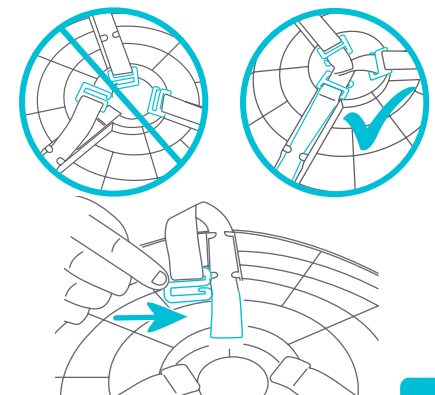

Fig. 4d
- **Correas de la plataforma:** Asegure siempre las correas cuando la plataforma no se usa. Asegúrese de poner cada correa de nuevo sobre sí misma y sujetar cada placa de ajuste a la correa. Guarde la correa dentro de las lengüetas pequeñas (Fig. 4d). **NO USE** el producto con correas flojas y no aseguradas. Siempre verifique el producto antes de usarlo.